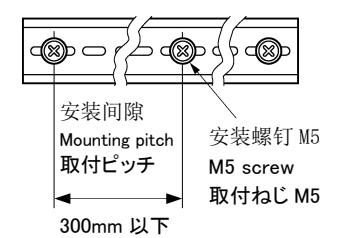
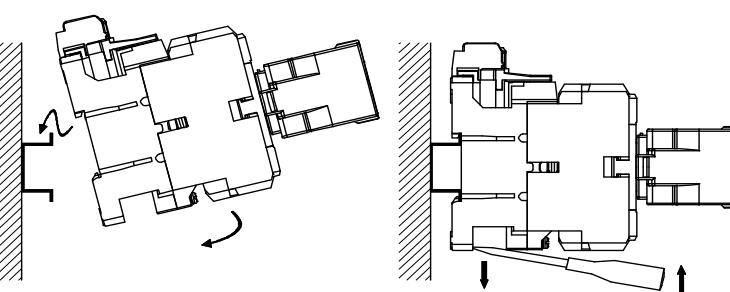

图 2 Fig. 2 図 2
图 3 Fig. 3 図 3
- (2) 导轨安装型可装于 35mm 安装轨上。(符合 IEC60715) 安装轨平面布置见图 2。装、卸接触器的方法见图 3。
- (3) The rail mounting type can be attached on a standard 35mm IEC60715 mounting rail. Fuji type TH35-15AL mounting rail is recommended. Mounting of the rail on the panel (Fig. 2) Attachment and removal (Fig. 3)
- (3) レール取付けは IEC60715 の 35mm 幅支持レールに取付けできます。レールのパネル取付け方法は(图 2)、取付・取外しは(图 3)をご覧ください。